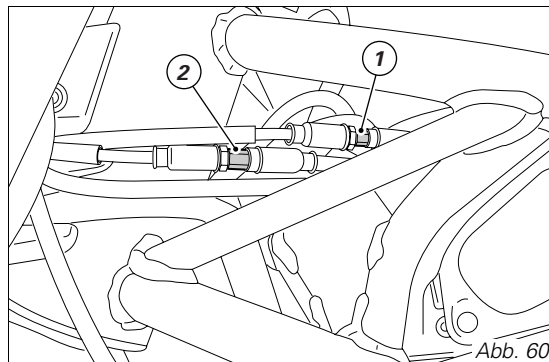

Abb. 60
Der Gasgriff muss, an der Außenseite des Griffbands gemessen, in allen Lenkpositionen einen Leerhub von $1,5 \div 2,0$ mm aufweisen. Für den Fall einer Einstellung müssen die entsprechenden Einsteller (1 und 2, Abb. 60) auf der linken Seite des Lenkrohrs verstellt werden. Der Einsteller (1) reguliert die Gasöffnung, der andere (2) ist für die Schließung zuständig.